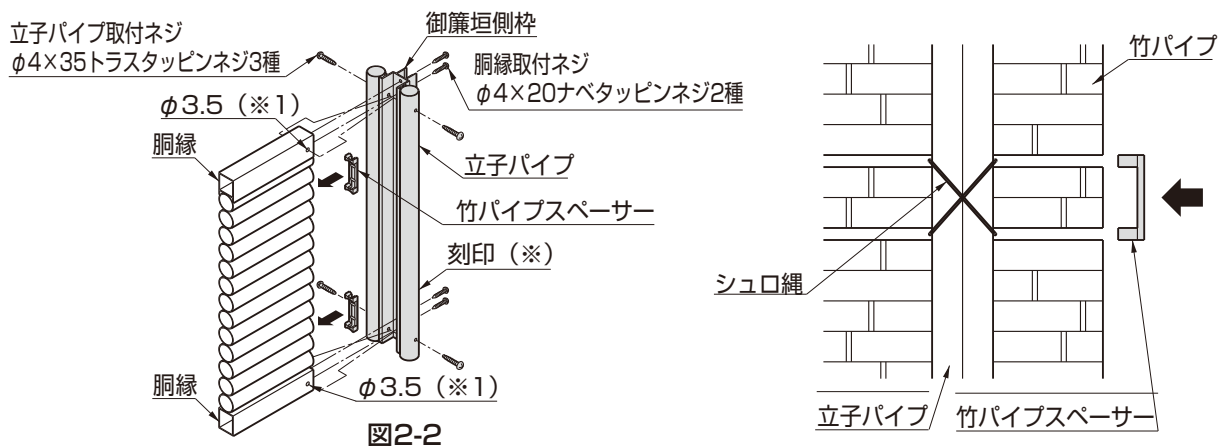

図2-2
②パネル本体切捨て側の御簾垣側枠、立子パイプ、竹パイプスペーサー、各取付ネジを取りはずし、御簾垣側枠の刻印（※）を下にして孔に合わせ、上下胴縁の両面に下孔φ3.5（※1）をあけてください。
③図2-2を参照して組付けしてください。